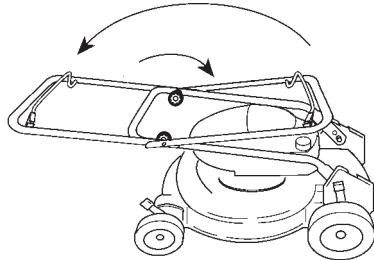

Abbildung 30
- Die Griffstange zur Vorderseite des Rasenmähers drehen (Abb. 30).
- Die Knöpfe lösen, mit denen der obere Griffstangenteil am unteren Teil befestigt ist, und den oberen Griffstangenteil zur Hinterseite des Rasenmähers in Lagerungsposition zurückklappen (Abb. 30).